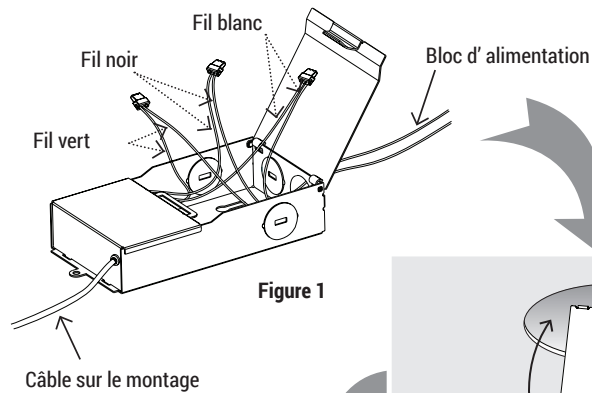

Figure 1
3. À l'aide des écrous, connectez le fil vert du câble au fil vert sur la boîte. Brancher le fil blanc du câble au fil blanc de la boîte. Connectez le fil noir du câble au fil noir de la boîte. (Figure 1)